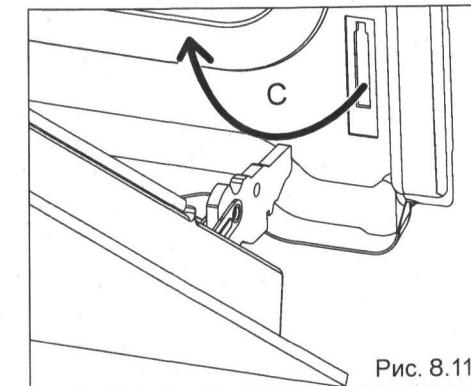

Рис. 8.11
- Вытащите крючки шарнирного соединения из пазов, как показано стрелкой "C" (рис. 8.11).